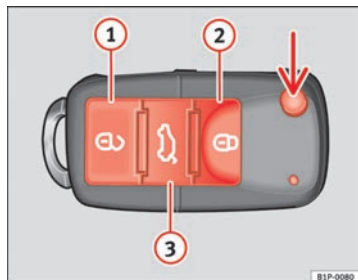

Abb. 44 Tastenbelegung
Mit der Taste ⇒ Abb. 44 (Pfeil) der Fernbedienung wird der Schlüsselbart ausgeklappt.
Fahrzeug entriegeln  ⇒ Abb. 44 ①.
Fahrzeug verriegeln  ⇒ Abb. 44 ②.
Heckklappe entriegeln. Die Taste  ⇒ Abb. 44 ③ betätigen, bis alle Blinkleuchten am Fahrzeug kurz aufleuchten. Nach Drücken der Entriegelungstaste  ③ können Sie die Heckklappe innerhalb von 2 Minuten öffnen. Nach Ablauf dieser Zeit wird die Heckklappe wieder verriegelt.
- Drücken Sie die Taste   ⇒ Seite 83, Abb. 44 auf der Fernbedienung.